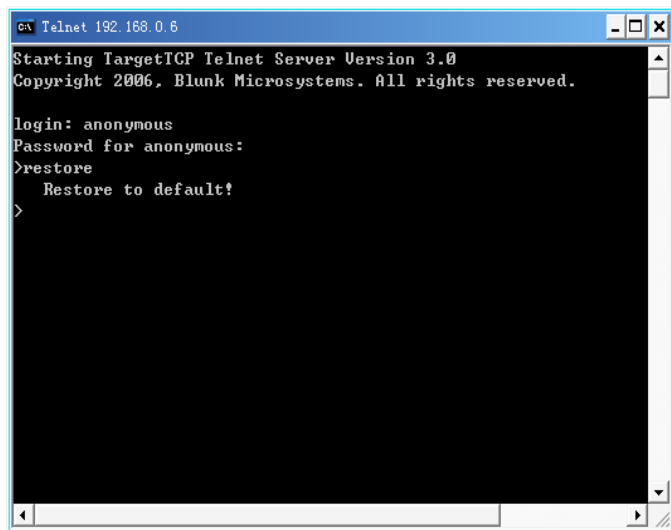
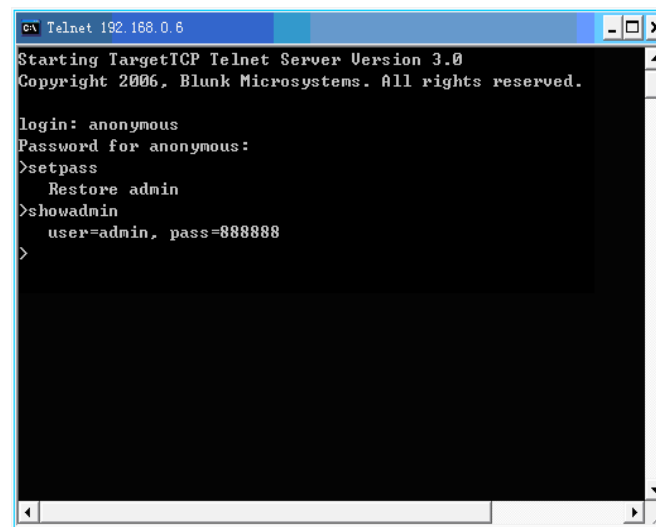

图1
图2
3. 若连接成功则会进入登录界面，此时输入 telnet 用户名 anonymous，回车后接着输入用户密码 test（不可见），如图 1；
4. 登录成功后输入 restore 命令，即可将主机恢复出厂设置，见图 1；若只需将管理员用户密码恢复缺省，输入 setpass 命令即可将密码复位，再输入 showadmin 查看当前服务器的管理员用户密码是否已恢复出厂设置，见图 2。